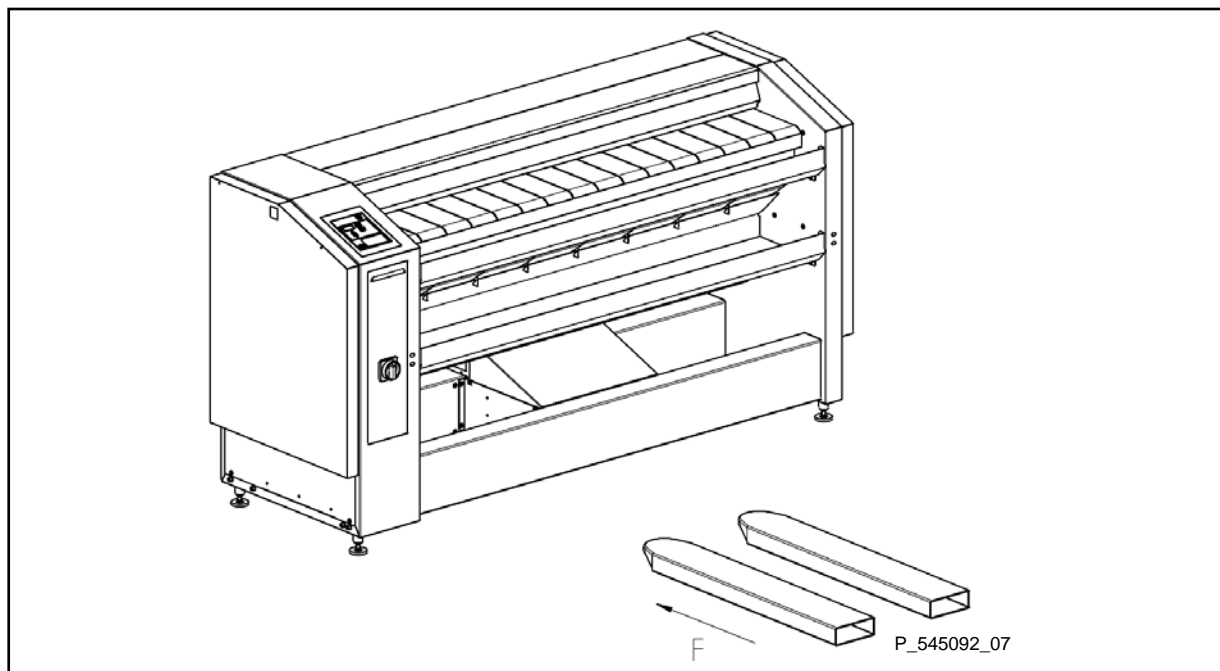

figura 3.2.2.B.
- Figura 3.2.2.B – la macchina stiratrice può essere scaricata dal pallet con un carrello elevatore. Inserire le forche sotto il pallet dal lato frontale (F) sotto le travi principali tra i montanti della macchina.